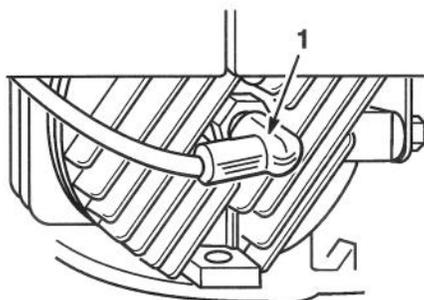

Figure 38
1. Arrêter le moteur et débrancher le fil de bougie (Fig. 38) avant d'installer ou de retirer l'obturateur.
- Arrêter le moteur et débrancher le fil de bougie (Fig. 38), avant d'installer ou de retirer la plaque de paillage.